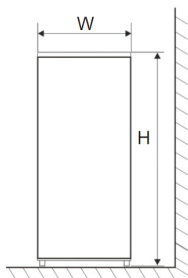

Рис. 1
**Примітка:** Рис. 1 і 2 тільки ілюструють потрібний для виробу зазор.